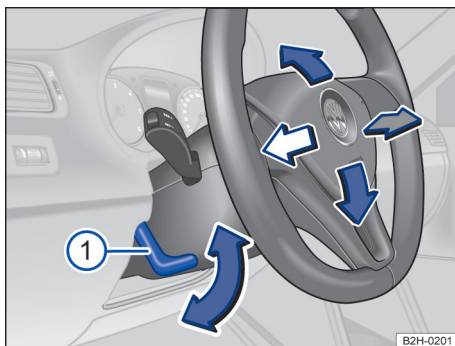

Fig. 56 Ajustar a posição do volante mecanicamente.
- Virar a alavanca → Fig. 56 ① para baixo.
- Virar a alavanca → Fig. 56 ① sempre com firmeza para cima após o ajuste, para que o volante não mude de posição involuntariamente durante a condução.